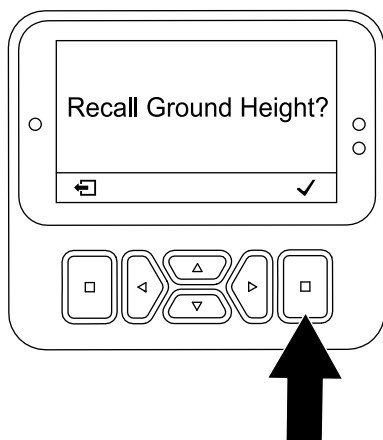

Figure 106
6. Dans l'écran Recall Ground Height (rappeler hauteur par rapport au sol) (Figure 106), appuyez sur le bouton de sélection.